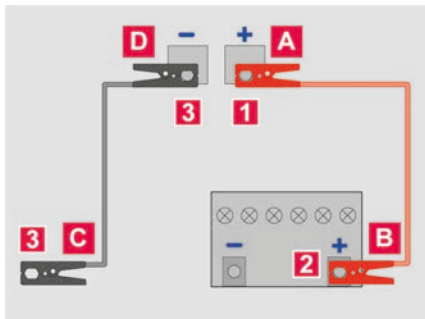

Abb. 181 Schema für das Anklemmen der Starthilfekabel.
→ **Abb. 181**.
→ **Abb. 181 1**, → ⚠.
→ **Abb. 181 2**.
5. Ein Ende des schwarzen Starthilfekabels beim Fahrzeug mit der stromgebenden 12-Volt-Fahrzeugbatterie vorzugsweise an einen Starthilfepunkt Masse (–) anklemmen → **Abb. 181 3**.
das Ende des schwarzen Starthilfekabels beim Fahrzeug mit der stromgebenden 12-Volt-Fahrzeugbatterie an ein massives, fest mit dem Motorblock verschraubtes Metallteil oder an den Motorblock selbst anklemmen → **Abb. 181 3**.
6. Das andere Ende des schwarzen Starthilfekabels beim Fahrzeug mit der entladenen 12-Volt-Fahrzeugbatterie an den Starthilfepunkt Masse (–) anklemmen → **Abb. 181**, → ⚠.
Oder: Wenn kein Starthilfepunkt Masse (–) vorhanden ist, das Ende des schwarzen Starthilfekabels beim Fahrzeug mit der entladenen 12-Volt-Fahrzeugbatterie an ein massives, fest mit dem Motorblock verschraubtes Metallteil oder an den Motorblock selbst anklemmen → **Abb. 181 3**.